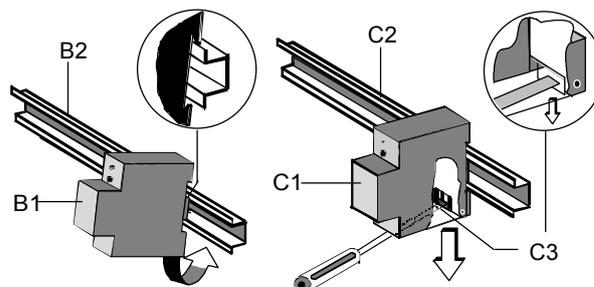

Bild 2: Montage und Demontage des Reiheneinbaugerätes
- Schnappen Sie das IP Control Center N152 (Bild 2, B1) auf die Hutschiene (Bild 2, B2) auf.
- Lösen Sie den Schnapper (Bild 2, C3) und heben das Gerät (Bild 2, C1) von der Hutschiene (Bild 2, C2).